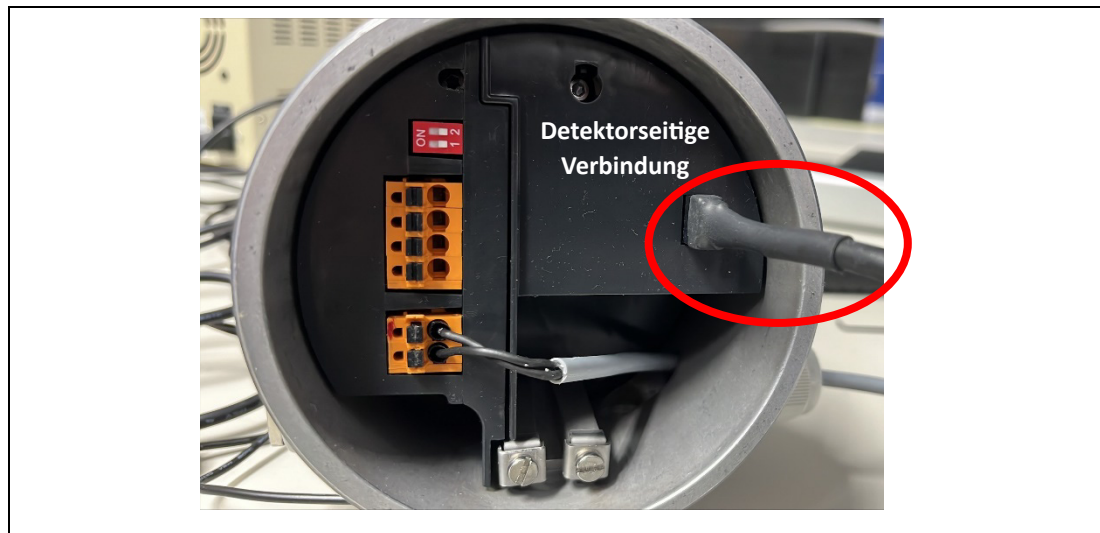

Abbildung 2 Verbindung des Service Modems am Detektor.
1. Verbinden Sie das Kabel, das zum Detektor führt, mit der Service-Schnittstelle, wie in Abb. 2 gezeigt.
- **Port:** Der richtige COM-Port (USB-Port) für das Service-Modem muss ausgewählt sein. Siehe untenstehende Info-Box und Abbildung 2